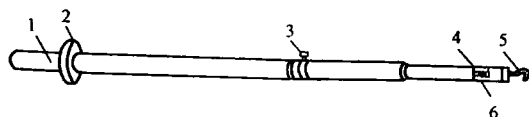
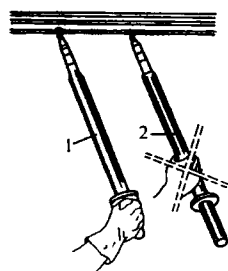

图 1-2-3 高压验电器
图 1-2-4 高压验电器使用方法
(2) 高压验电器: 又称高压测电器, 高压验电器 (10kV) 由金属钩、氖管、氖管窗、固紧螺钉、护环和握柄组成, 如图 1-2-3 所示。高压验电器的使用方法如图 1-2-4 所示。使用高压验电器时应注意以下几点: